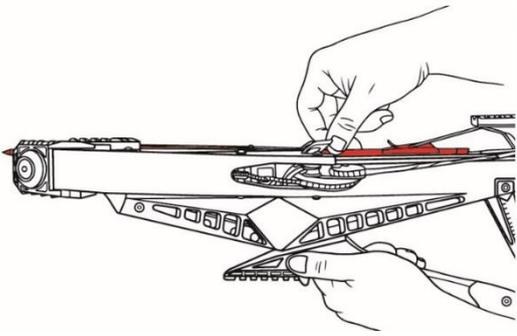

Рис.11
7. Для производства выстрела ровно уложите стрелу пером отличного от других цвета в паз на направляющей арбалета, при этом обратите внимание, что выемка в форме полумесяца на хвостовике стрелы находится параллельно тетиве (Рис.11). Сдвиньте стрелу назад под прижимную планку до упора к защелке спускового механизма, удерживающей тетиву.